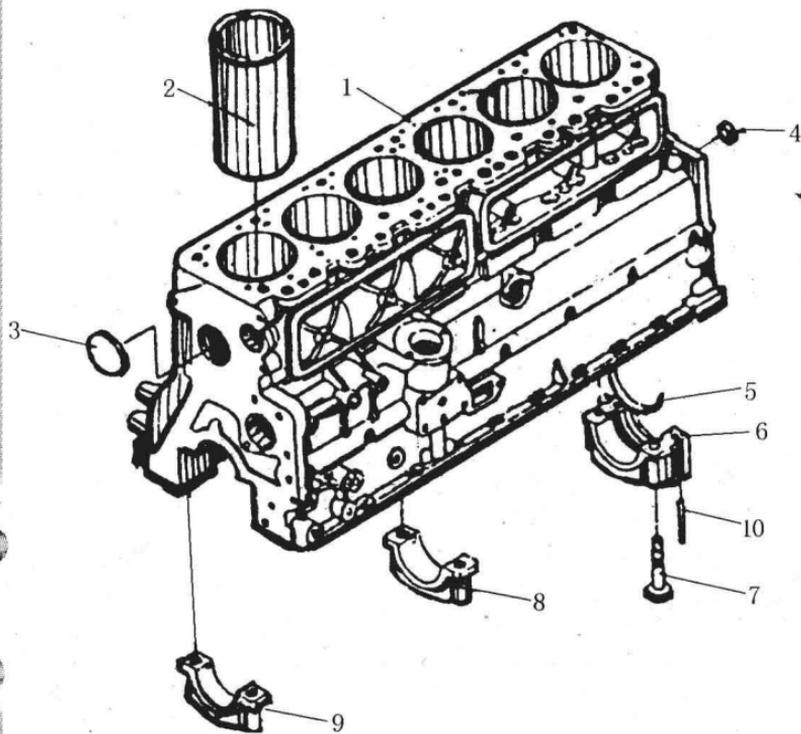
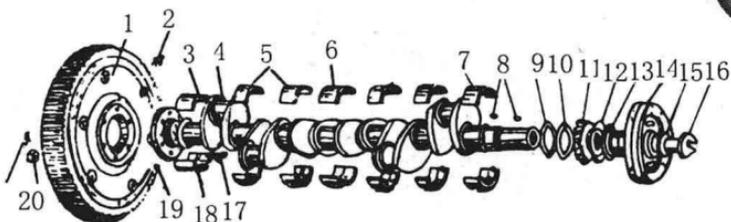

图2 发动机气缸体和曲轴箱示意图
图5 解放 CA10B 型汽车发动机曲轴飞轮组
(1)曲轴连杆机构。这是发动机进行能量转换和动力传递的机构,这个机构主要由发动机的气缸体、气缸盖、活塞、连杆、曲轴、飞轮等机件组成(见图2~图5)。